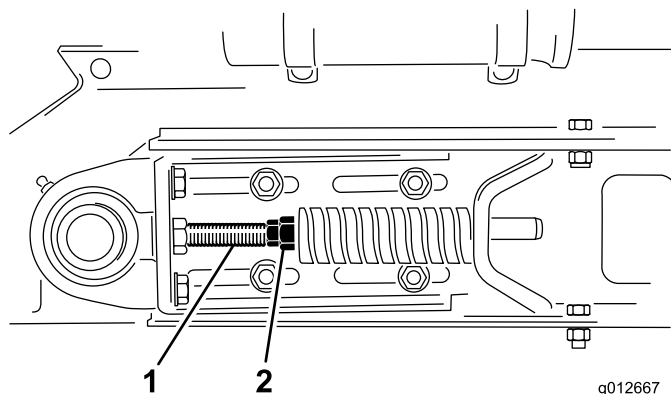

Bild 25
1. Lösen Sie die vorderen und hinteren Klemmmuttern an der Spannstange, um die Federspannung zu lösen (Bild 25).